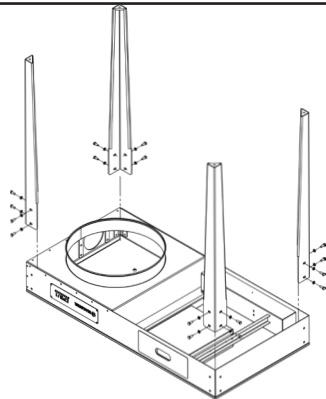

figura 2
2. Fixe todas as 4 bases utilizando os parafusos afixados na estrutura juntamente com as arruelas inclusas no kit como mostra a **figura 2**.